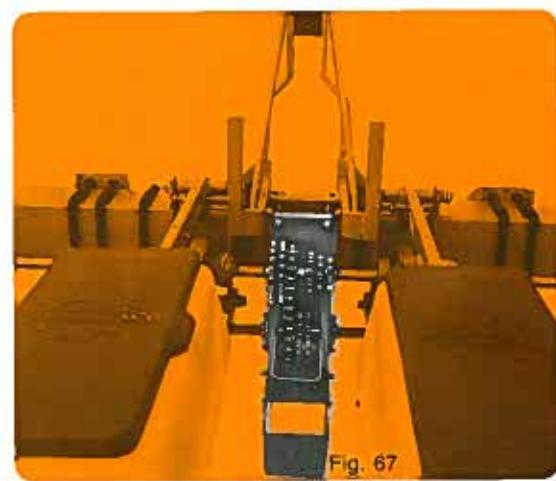

Fig. 67
- Montage pour semoir de 35-40 cm d'inter-rangs (fig. 67) en supprimant les 2 paliers (4).
Montage für Sämaschinen mit Reihenabstand von 35-40 cm (Abb. 67). Bei dieser Stellung sind beide Lager (4) zu entfernen.
- Assembly for planters with 35-40 cm (14-15") inter-row spacing (fig. 67): remove the 2 bearings (4).
• Montaje para sembradora de 35-40 cm de distancia entre hileras (fig. 67) quitando los 2 cojinetes (4).